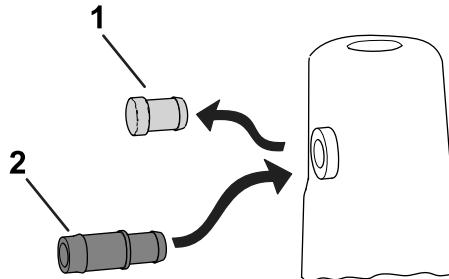

Figura 4
- Retire el tapón del depósito hidráulico (si está instalado); consulte Figura 4.
- Introduzca el tubo en el anillo de goma (Figura 4).